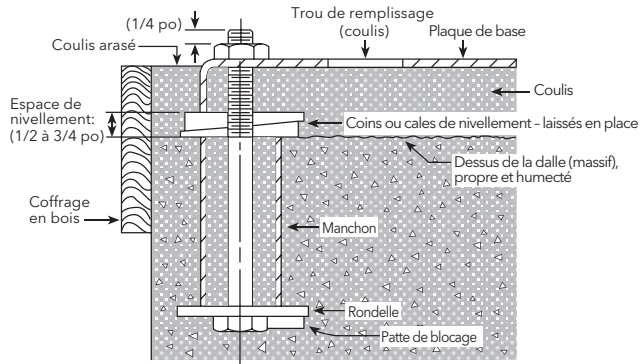

Figure 1
- Il est recommandé de remplir de coulis le vide entre la plaque de base et la dalle reposant sur une semelle de fondations solide (fig. 1).
- Comme le montre la figure 1, placer la plaque de base sur des coins de nivellement (deux à chaque boulon d'ancrage) et mettre la plaque au niveau avec les coins. L'espace (épaisseur) recommandé pour le coulis, entre la dalle et la plaque, est de 19-64 mm (¾-1½ po).